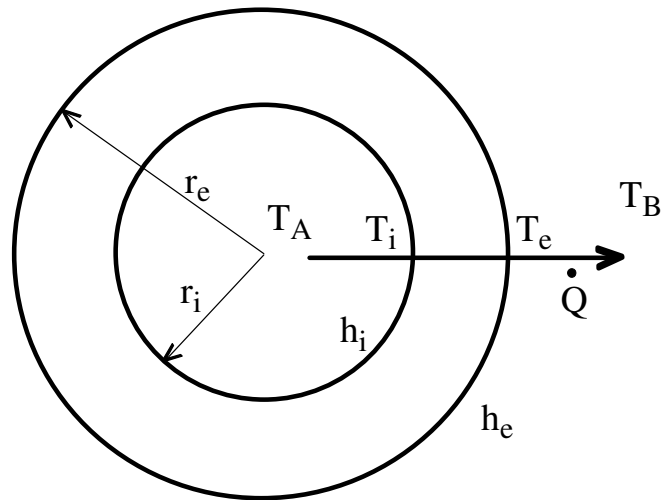
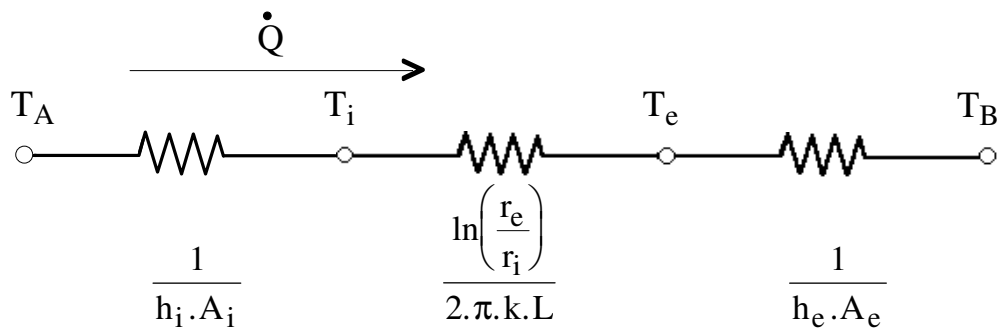

Figura 4.3 - Transferência de calor através de um cilindro oco (tubo)
Figura 4.4 - Circuito elétrico equivalente à situação física da Figura 5.3
**Geometrias cilíndricas.** A analogia elétrica para o caso de um cilindro oco (por exemplo, um tubo ou duto, Figura 4.3), que troca calor por convecção interna e externa, está representada pela analogia elétrica da Figura 4.4, onde  $T_A$  e  $T_B$  são as temperaturas dos fluidos interno e externo, respectivamente, e L é o comprimento do tubo.
de acordo com o circuito térmico da Figura 4.4. Os termos  $A_e$  e  $A_i$  representam as áreas das superfícies externa e interna do tubo. Nestes casos, ao invés de se utilizar o coeficiente global de transferência de calor de forma isolada, utiliza-se o parâmetro “UA”, ou seja, o produto do coeficiente global pela área de troca: